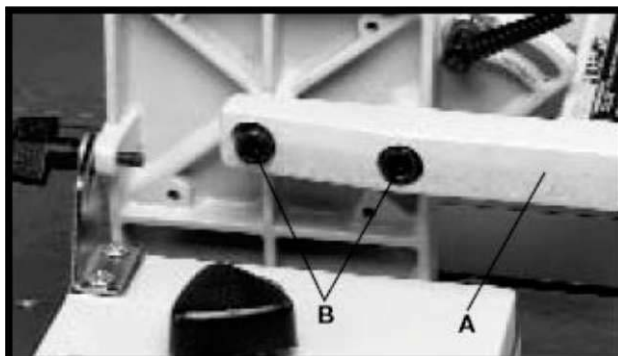

Рисунок 3
2. Прикрутите прижим струбины (А), Рис. 3, к задней части упора двумя винтами с внутр. шестигранником М10х1.5х20 мм (В) с двумя стопорными шайбами М10, как показано на рисунке.